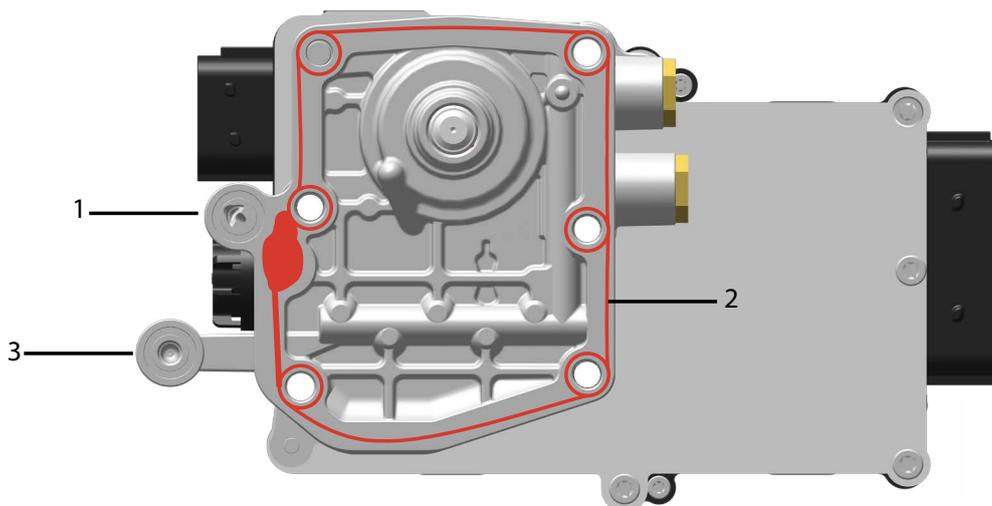

Fig. 2 Masa de sellado a aplicar
3. Aplique la masa de sellado sobre las superficies de junta de la parte inferior véase "Fig. 2 Masa de sellado a aplicar":